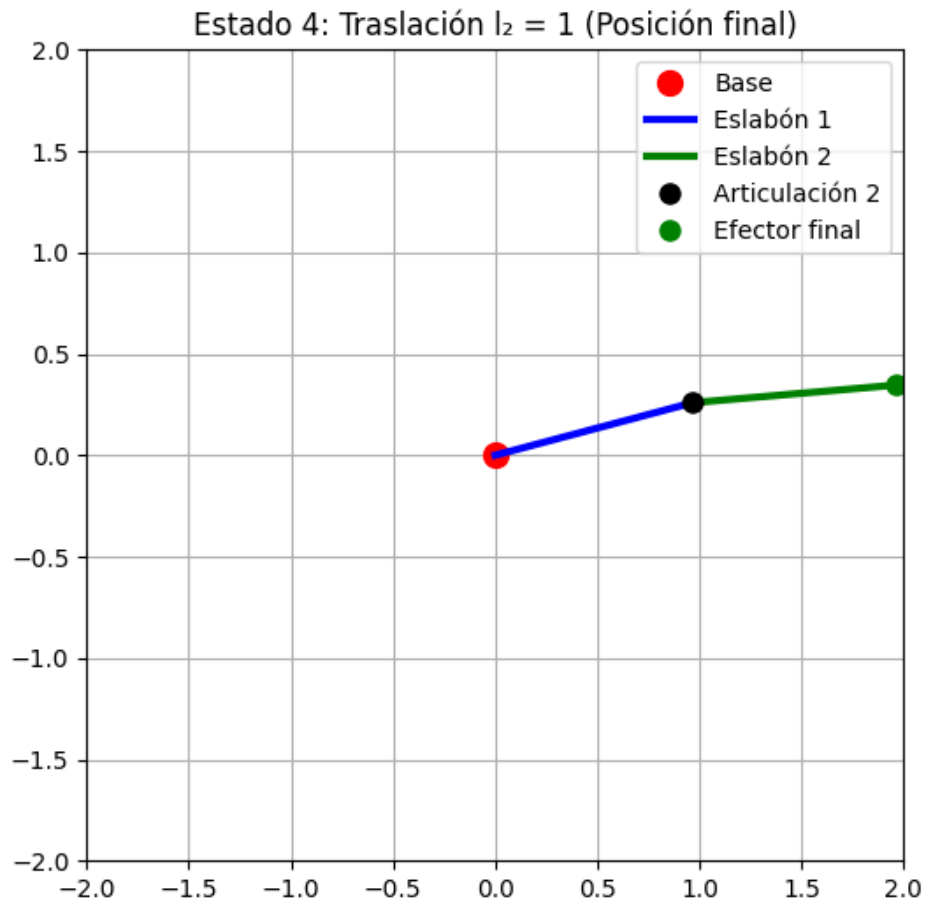

Figura 5: Estado 4: Después de  $\theta_1$  @  $\theta_2$  @  $\theta_3$  @  $\theta_4$  (posición final)
- **Figura 5:** Se extiende la segunda articulación con la rotación ya aplicada y se forma la posición final del brazo mecánico.